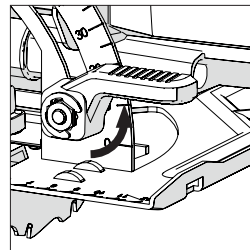

Abb. 13
- Lösen Sie den Winkel-Sperrmechanismus vorn an der Maschine, indem Sie den Daumen-Hebel nach oben ziehen. (Abb.13)